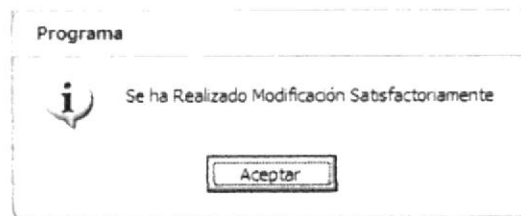

Figura 3.43 Mensaje de Modificación de Bodega
- Si se ha realizado la modificación aparecerá el mensaje (Ver figura 3.43)